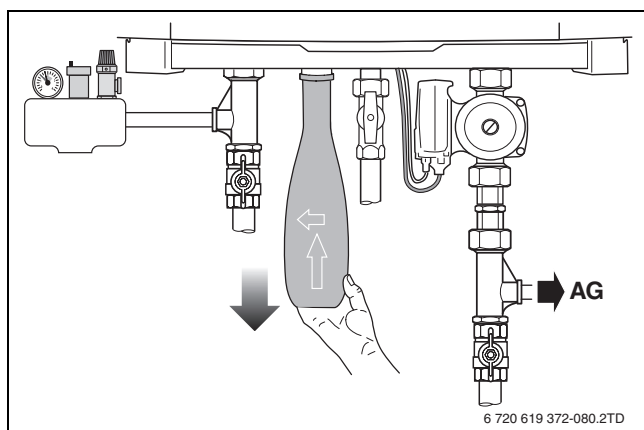

Fig. 94 Sifon
- Allentare il sifone dal giunto ed estrarlo (→ fig. 94, [1]).